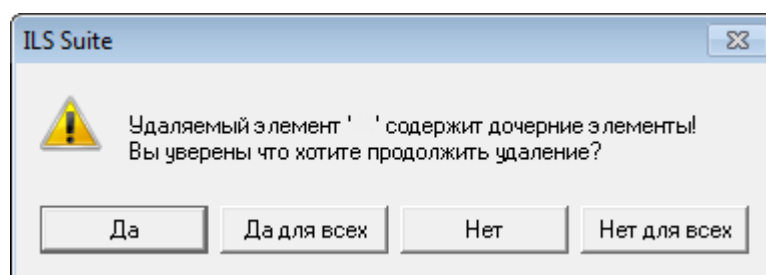

Рис. 17-5 – Сообщение о наличии в разделе вложенных объектов
5) В том случае, если раздел не содержит дочерних элементов (разделов или объектов), он удаляется без вывода информационного сообщения. Если же раздел содержит другие разделы или объекты, об этом сообщается в новом диалоговом окне (рис. 17-5).